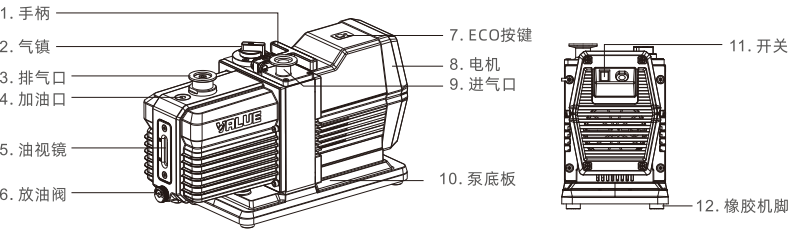
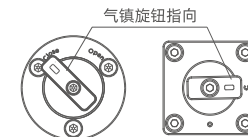

图1 外观简图
图6
拆下加油旋钮（图1的序号4），按要求加注泵油，第一次加油时应加至油位上限MAX 80%~90%处，如果油位超过了MAX，请拧动放油旋钮，将油从泵中放一部分出来。
抽除永久性气体时，气镇（图1的序号2）阀旋钮应处于关闭状态（如图6气镇旋钮指向Close）。气镇旋钮处于Open状态时，气镇被打开，此时泵的极限压力会上升。
- 1) 当真空系统中含有少量的可凝性气体时, 打开气镇阀(如图6气镇旋钮指向Open), 可抽除真空系统中少量的可凝性气体。